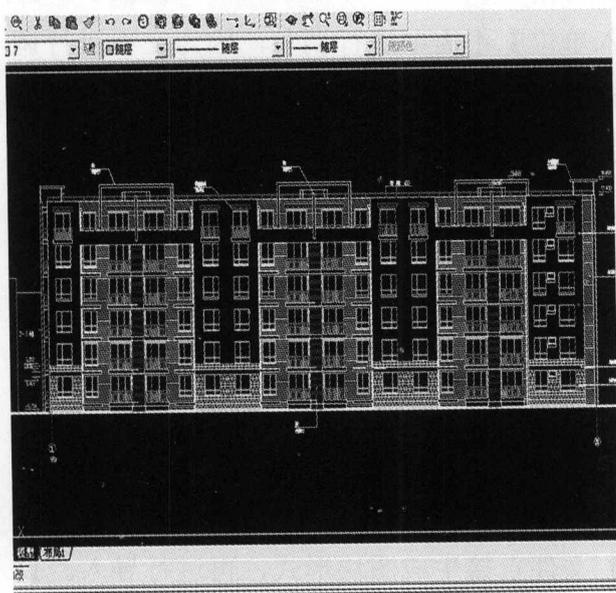

图 1-1
(1) 建筑 3D 模型需要 CAD 文件为基准来保证建模的准确。先打开一个 CAD 文件，将打开的文件进行另存，以免在操作过程中使文件受到破坏，影响下一步的操作，如图 1-1 所示。